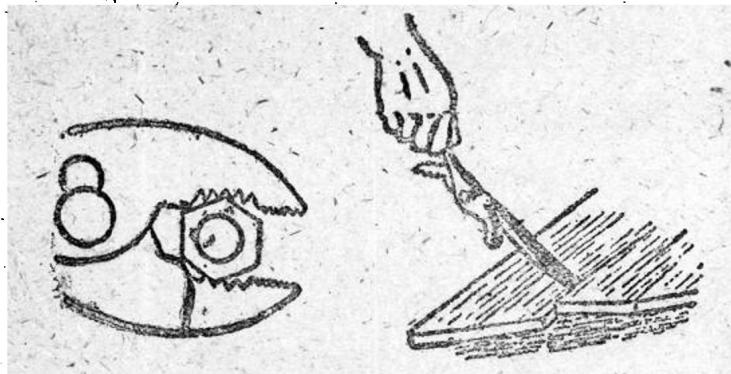

图9 手鉗的錯誤使用法
- ① 使用前后应擦净手鉗上的油污。
- ② 使用时右手握紧手鉗柄的后端，当将工作物夹牢时再用力切割或扭弯；工作完了需手鉗口张开时，可将右手的小指移到鉗柄内向外推开；用鯉魚鉗夹持稍大工作物时，可放大鉗口。
③ 禁止用手鉗代替扳手拆装螺絲，或用鉗柄代替撬棒（如图9）；也不可用它夹持紅热的物件，以免损坏或退火。